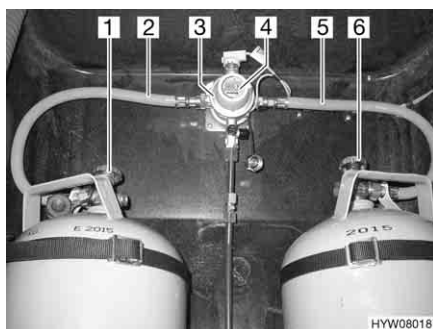
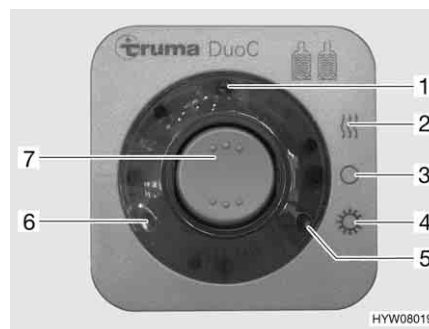

Fig. 111 Impianto di commutazione DuoControl
Fig. 112 Centralina di controllo
L'impianto di commutazione DuoControl è costituito da una valvola di commutazione (Fig. 111,3) e da una centralina di controllo (Fig. 112). La valvola di commutazione è installata tra i tubi del gas (Fig. 111,2 e 5). Con la manopola (Fig. 111,4) sulla valvola di commutazione è possibile stabilire, quale delle bombole del gas viene utilizzata come bombola in uso e quale bombola del gas viene utilizzata come bombola di riserva.
Sulla centralina di controllo (Fig. 112) possono venire azionate solo le funzioni elettriche. Le valvole principali di arresto delle bombole del gas (Fig. 111,1 e 6) devono essere aperti manualmente.
La valvola di commutazione garantisce una pressione del gas costante, indipendentemente da quale bombola provenga l'alimentazione del gas. Le due spie di controllo sulla centralina di controllo indicano il livello di riempimento della bombola in uso. Se è accesa la spia di controllo verde (Fig. 112,6), la bombola in uso è piena. Se è accesa la spia di controllo rossa (Fig. 112,5), la bombola in uso è vuota. Il rifornimento di gas avviene poi tramite la bombola di riserva.
- Aprire le valvole principali di arresto delle bombole del gas (Fig. 111,1 e 6).
- Con la manopola (Fig. 111,4) sulla valvola di commutazione (Fig. 111,3) selezionare la bombola del gas, da cui proviene la principale alimentazione del gas (bombola in uso).
- Sulla centralina di controllo (Fig. 112) attivare l'impianto di commutazione DuoControl.
Posizionare l'interruttore a bilico (Fig. 112,7) su funzionamento invernale "On e riscaldamento" (Fig. 112,2) oppure su funzionamento estivo "On" (Fig. 112,4). La valvola di commutazione è ora disareata. La spia di controllo gialla (Fig. 112,1) è accesa, se si seleziona la modalità di funzionamento invernale e l'impianto antighiaccio con regolatore è attivato.
- Portare l'interruttore a bilico (Fig. 112,7) in posizione "O" (Fig. 112,3). La spia gialla di controllo (Fig. 112,1) si spegne.
- Chiudere le valvole principali di arresto delle bombole del gas (Fig. 111,1 e 6).
Le spie di controllo sulla centralina di controllo (Fig. 112,5 e 6) segnalano all'interno del veicolo, se la bombola in uso è pronta al funzionamento.
Se la spia di controllo verde (Fig. 112,6) si spegne durante il funzionamento e la spia di controllo rossa (Fig. 112,5) si accende, significa che la bombola del gas selezionata come bombola in uso è vuota e deve essere sostituita. La bombola di riserva continua ad alimentare le utenze a gas.